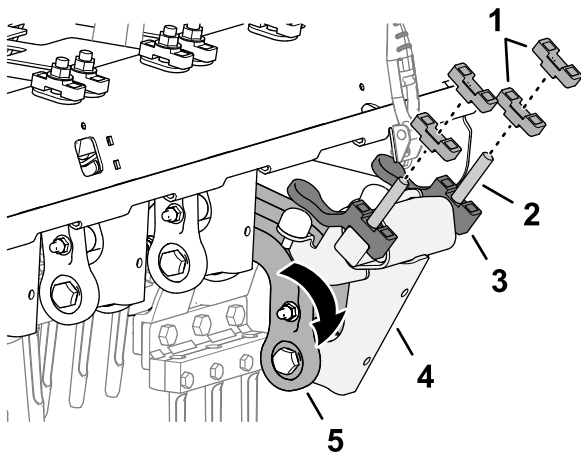

Figure 122
- Tournez la biellette et l'arbre de l'amortisseur vers le bas (Figure 122).